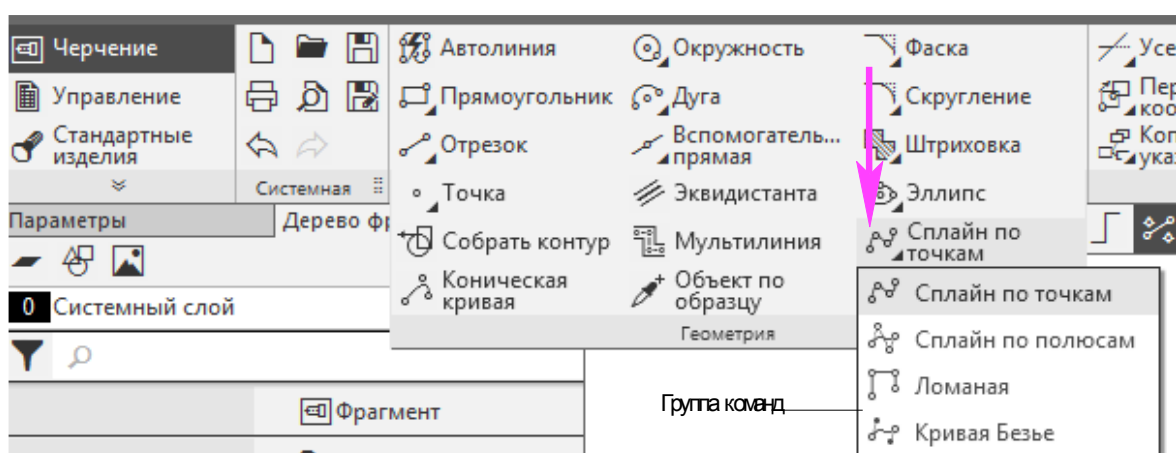

Рисунок 6
- Если команда находится в группе, раскройте группу. Для этого щелкните мышью по пиктограмме с треугольником. Из раскрывшегося меню вызовите нужную команду. (рисунок 6)